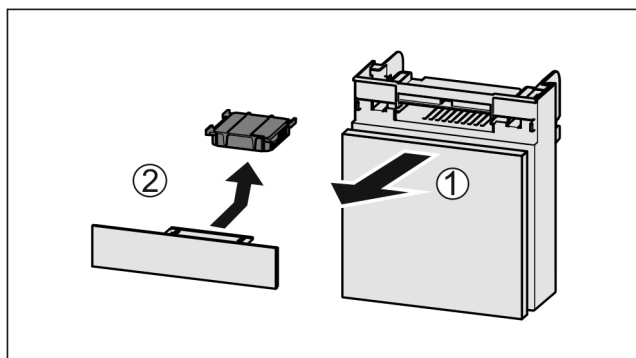

Fig. 119
- ▶ Træk rummet fremad Fig. 119 (1).
- ▶ Tag aktivkulfilteret Fig. 119 (2) ud.